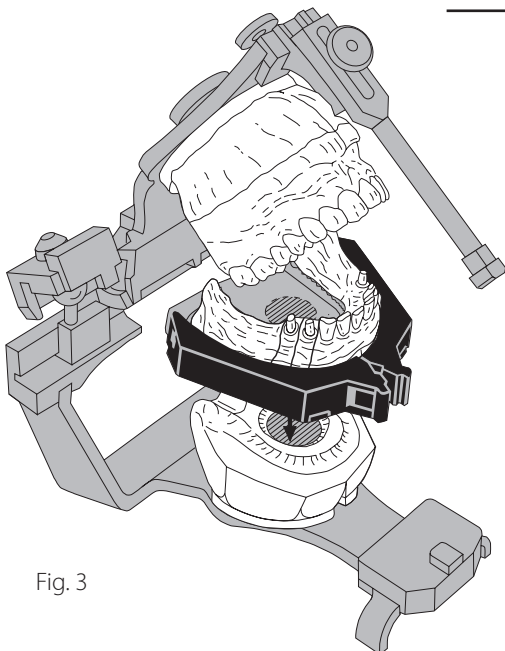

Fig. 3
4. Retirer le modèle de l'articulateur. Enlever l'espaceur préfabriqué (Fig. 3).